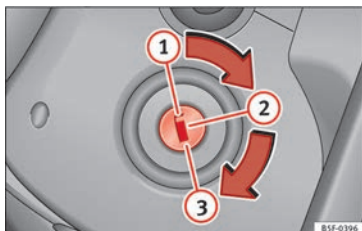

Fig. 141 Positions de la clé de contact.
» fig. 141.
- Retirez la clé de contact d'allumage sur la position ① » fig. 141 » ⚠.